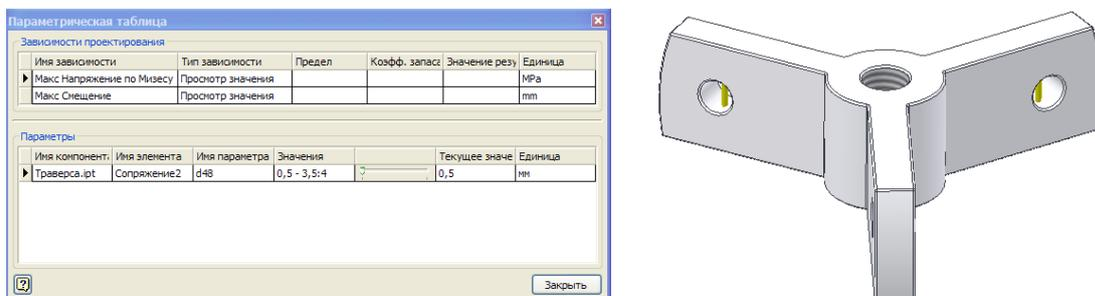

Рис. 17. Заполнение параметрической таблицы
17. Откройте параметрическую таблицу, заполните ее как на рис. 17. Запись в колонке "Значения" "0,5-3,5:4" означает, что будут рассчитаны четыре варианта детали с размером сопряжений 0,5; 1,5; 2,5; 3,5.